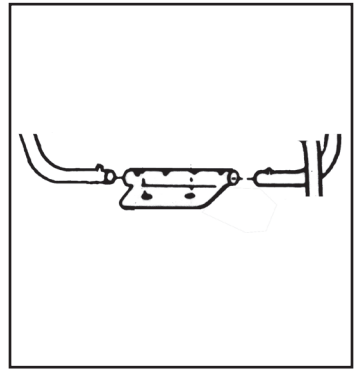

Figura 2
4. Inserte los armazones laterales en el soporte. Oprima el botón de retención y deslice el armazón lateral en la posición deseada (Figura 2).